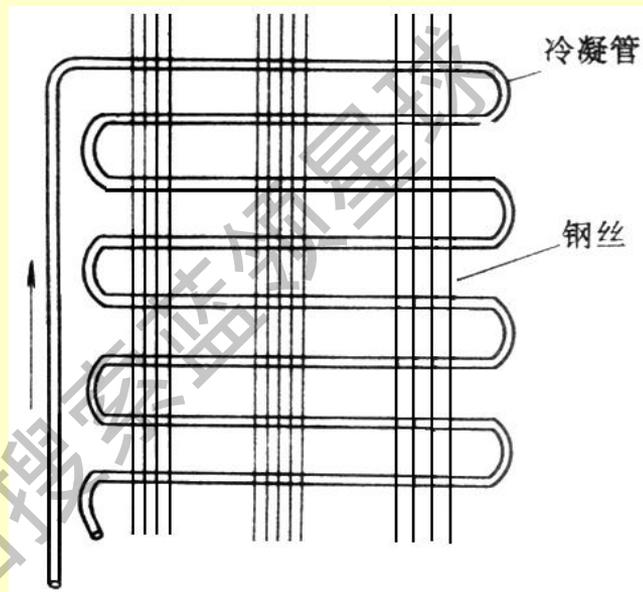

图7-19钢丝式冷凝器
- (2)钢丝式 在冷凝器蛇形盘管平面两侧点焊上数十条钢丝，钢丝直径约1.5mm，钢丝间距5~7mm，如图7-19所示。